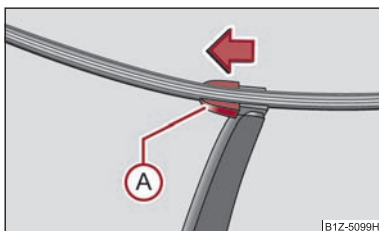

Fig. 52 Lama ștergătorului lunetei
- Ridicați brațul ștergătorului de pe lunetă și poziționați lama astfel încât să formeze un unghi drept cu brațul ștergătorului ⇒ fig. 52.
- Cu cealaltă mână deblocați siguranța (A) în sensul săgeții și scoateți lama.